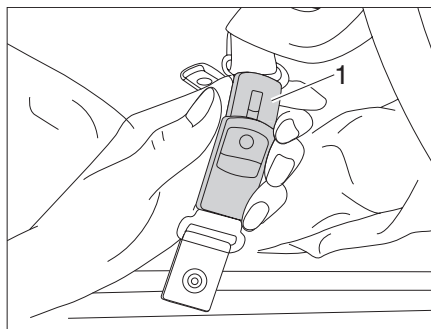

Bild 33 Öppna säkringsremmen
► Öppna säkringsremmarna (Bild 33,1).